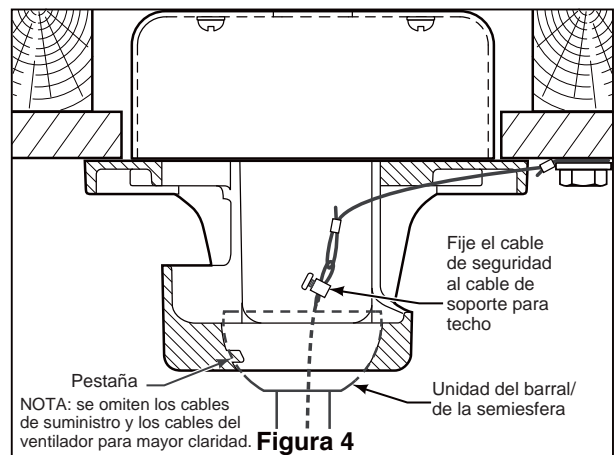

Figura 4
4. Coloque el soporte de la varilla y alinee los orificios de la clavija de horquilla en ambas piezas. Instale la clavija de horquilla y asegúrela con la pinza de horquilla. Fije los dos tornillos de presión y las tuercas de seguridad en el soporte de la varilla interior. (Figura 4)
4. Levante cuidadosamente el ventilador y coloque el ensamble de la bola para colgar/varilla en la abrazadera para colgar que acaba de fijar a la caja de salida. Asegúrese de que la ranura de la bola esté alineada con la lengüeta de la abrazadera para colgar. (Figura 4)
4. Instale el conector de 2 clavijas desde unidad de luz LED conexión a la unidad del motor. (Figura 4)
6. Configuración del mando a distancia y proceso de configuración de la velocidad (RPM): (Figura 4)